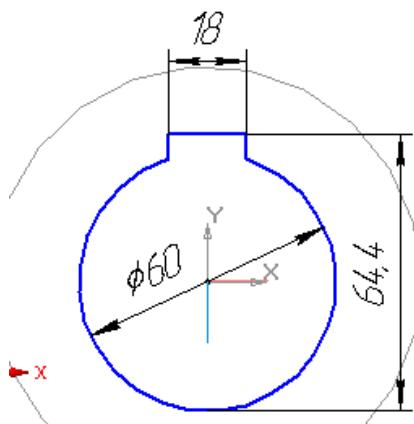

Рис. 8
36. Нажмите на кнопку **Новый эскиз** и изобразите эскиз в соответствии со схемой (рис.8).